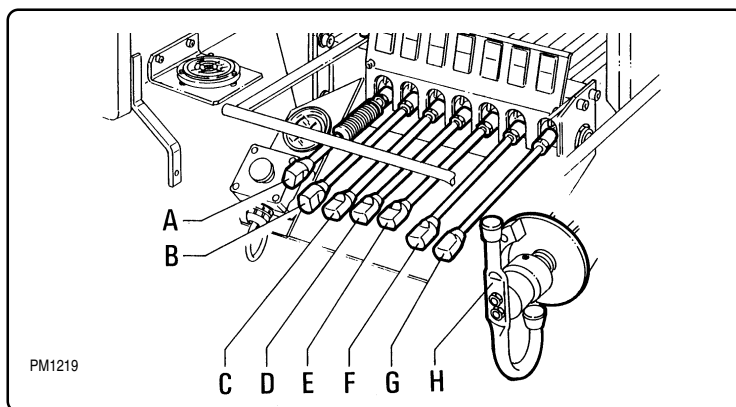

fig. 5.3.1
5.3 - Comandi lato "doppio comando" fig. 5.3.1
5.3 - "Dual side" controls fig. 5.3.1